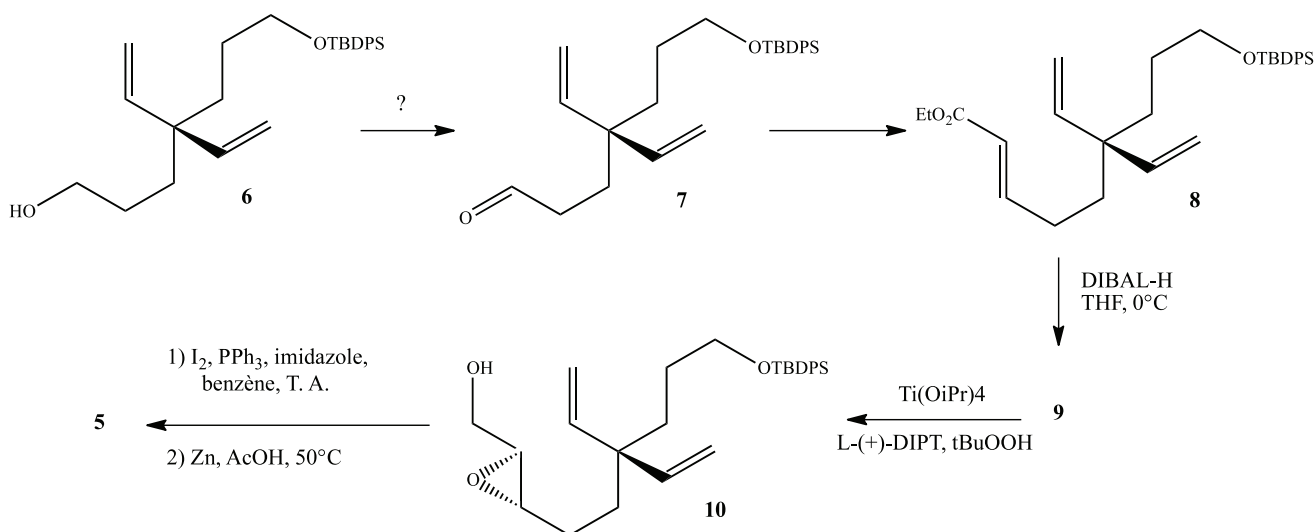

FIGURE 5 – Et = C2H5; tBu = C(CH3)3
La séquence de formation de **5** à partir du réactif **6** est présentée figure 5.
**Q26** Expliquer, en une dizaine de lignes maximum, comment un professeur d'une classe de terminale STL-SPCL pourrait utiliser cette synthèse (passage de **6** à **5**, figure 5) pour illustrer la notion de régiosélectivité figurant dans la partie de programme « des synthèses avec de meilleurs rendements ».